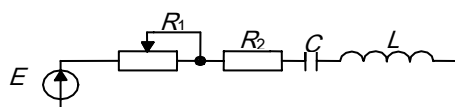

Рис. 3.1
- а) собрать схему, показанную на рис. 3.1, установить минимальное сопротивление цепочки  $R_1 + R_2$ ;